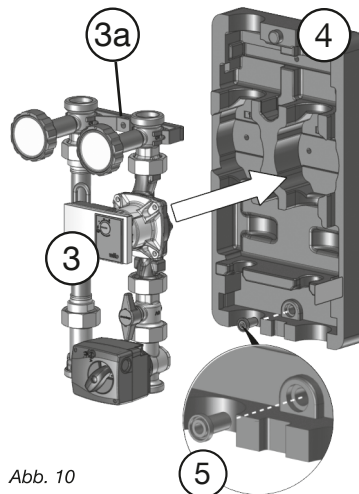

Abb. 10
4. Pumpenstrang links und Flanschrohr rechts in die Wandhalterung einstecken (Abb. 10).